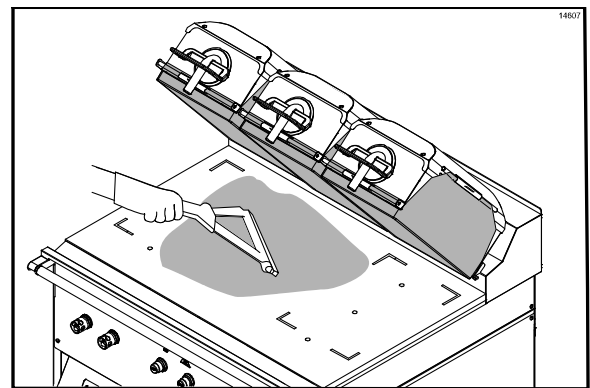

Abbildung 15
6. Die Flocken mit einem sauberen Gummi-Abzieher über die Garzone verteilen. (Siehe Abbildung 15.)